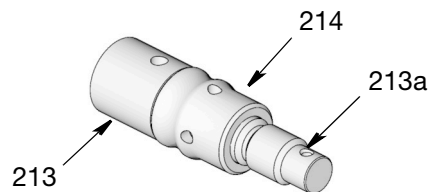
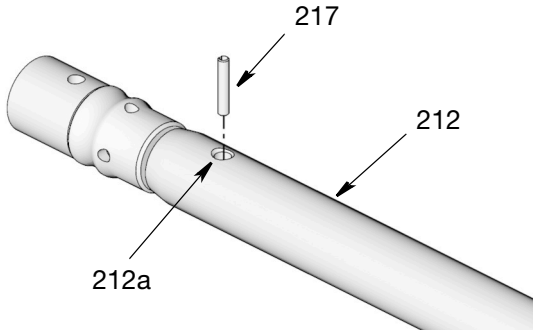

图 38
图 39
5. 将活塞杆 (213) 和活塞密封 (214) 滑到一起 (图 38)。
6. 将活塞杆 (213) 拧入位移杆 (212) 的端头。用手将两件拧紧在一起, 端头的孔 (213a) (图 38) 与孔 (212a) 对齐 (图 39)。
7. 穿过对齐的孔 (213a) (图 38) 和 (212a) (图 39) 装上销钉 (217)。根据需要对杆 (212 和 213) 进行支撑, 确保杆不会弯曲。使用夹子和锤子将销钉装在杆内。